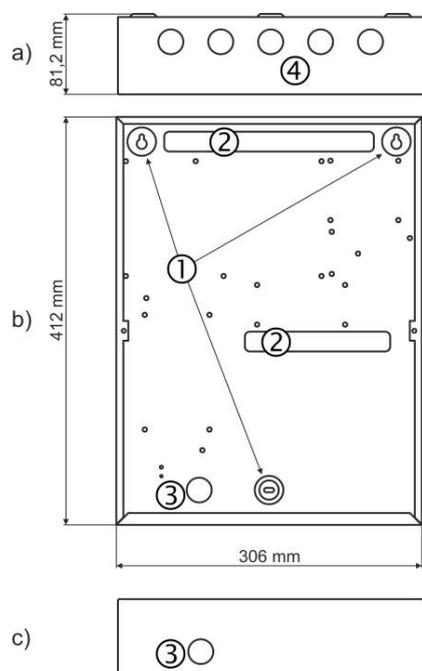

Figura 4 - Elementos del fondo para el montaje:
- Seleccione las aberturas de entrada para colocar el cable de alimentación principal, los cables para círculos, sirenas, dispositivos de mando, etc. Retire los elementos metálicos únicamente desde las aberturas adicionales que utilizará para colocar cables (Figura 4).